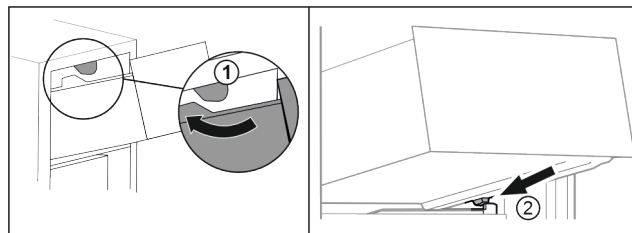

Fig. 65
- ▶ Poprowadzić szufladę wokół górnego stopera. Fig. 65 (1)
- ▶ Założyć szufladę pod skosem za dolnymi stoperami na zebro pojemnika. Fig. 65 (2)